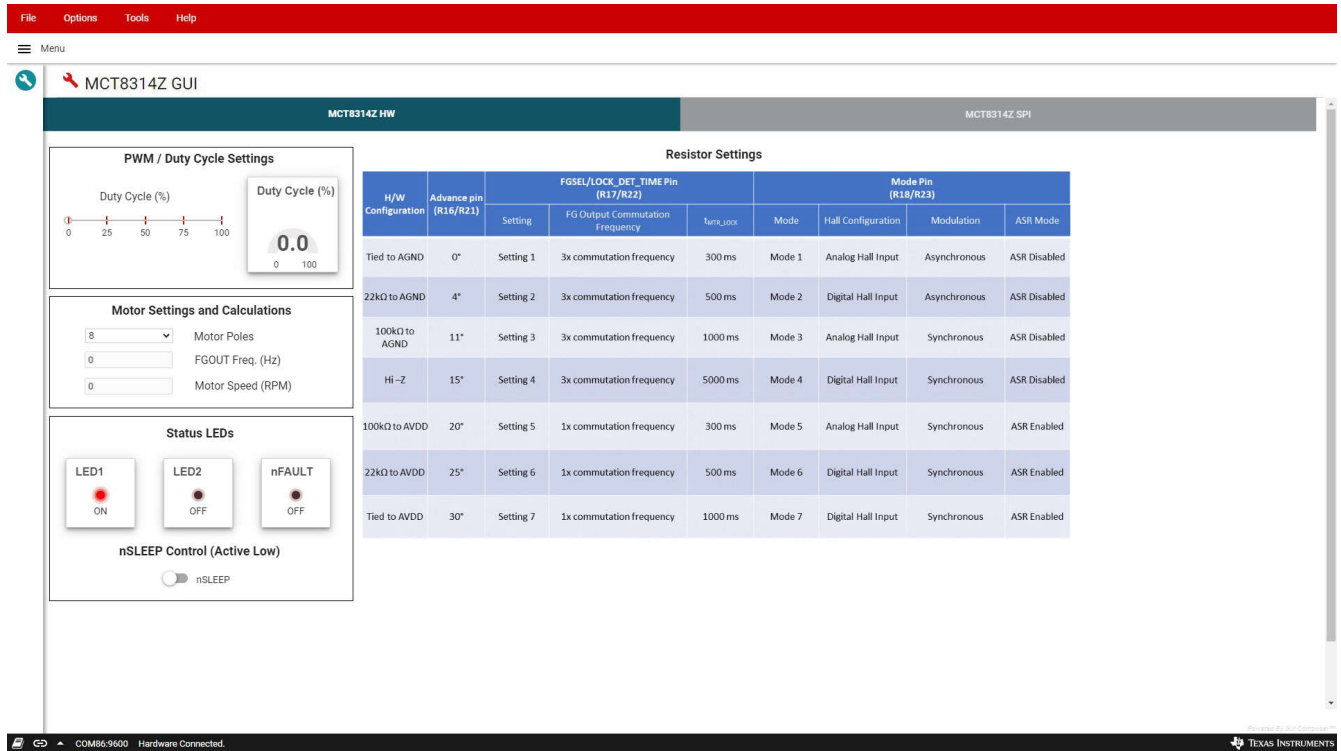

图 3-1. MCT8314Z GUI
3. 一旦启动 GUI, 就会出现类似图 3-1 中所示的屏幕。